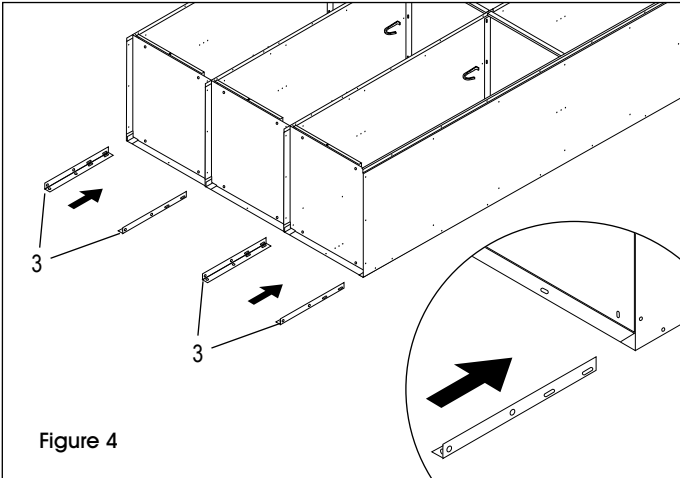

Figure 4
9. Insérez les pattes (3) dans les coins entre le fond et le côté. Boulonnez chaque patte au côté à l'aide de deux boulons et écrous. (Voir Figure 4)